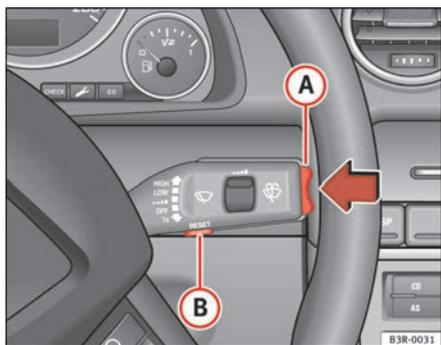

Fig. 59 Alavanca do limpa pára-brisas: Elementos de utilização do computador de bordo
Pressionando a tecla Reset **(B)** ⇒ página 88, fig. 59 pode comutar-se entre as funções do computador de bordo 1 e 2.
Bastará pressionar brevemente o interruptor-selector de funções ou a tecla **[Reset]** ⇒ página 88, fig. 59 para apagar o aviso sobre a duração da viagem.
- Pressione a zona superior ou inferior do comutador-selector de funções **(A)** ⇒ fig. 59. Serão visualizadas uma após outra as funções do computador de bordo nos níveis de memória correspondentes.